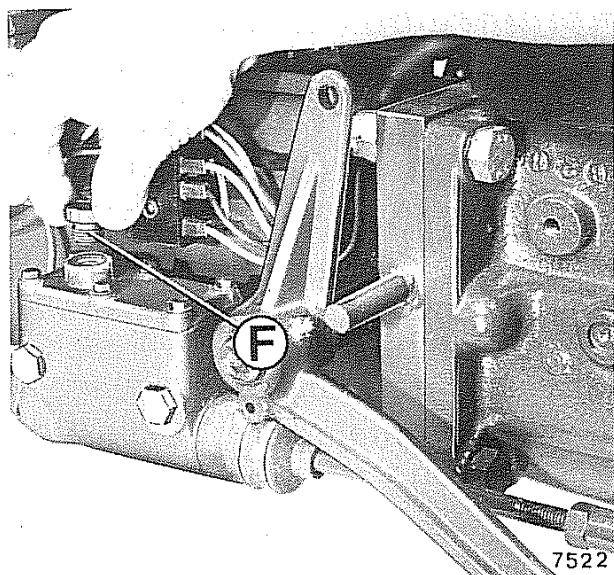

Fig. 11 - Serbatoio olio freni
Nel freno di servizio del rimorchio viene impiegato olio idraulico del tipo ESSO BRAKE FLUID EXTRA in quantità di circa 0,3 kg. Detto olio non va mai cambiato, ma è bene verificare periodicamente il livello tramite il tappo **F** (fig. 11). Il livello è normale quando, con il rimorchio orizzontale, l'olio arriva in prossimità del suddetto tappo. In caso di ripristino del livello, si raccomanda di usare olio dello stesso tipo.
- assicuratevi che il serbatoio dell'olio dei freni (fig. 11) sia rifornito prima e durante le operazioni di spurgo;
- terminato lo spurgo, ripristinate il livello dell'olio nel serbatoio (fig. 11).